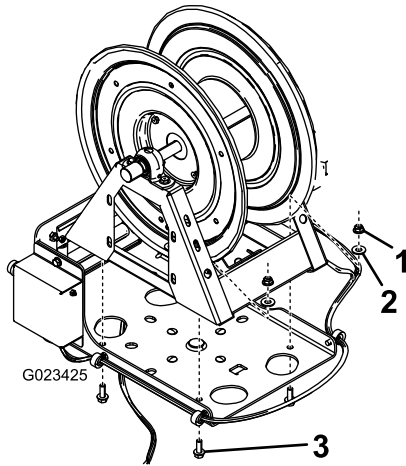

Figure 7
7. Fixez le dévidoir à la plaque pivotante au moyen de 4 boulons courts (3/8 po), 4 petites rondelles et 4 écrous à embase (3/8 po), comme montré à la Figure 7.